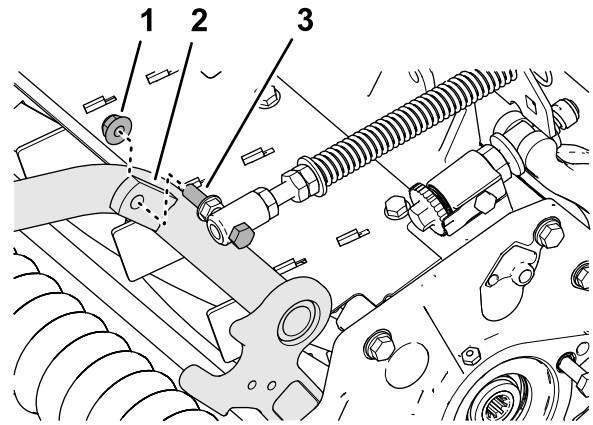

Bild 13
4. Montieren Sie die Kopfschraube der Rasenkompensierungsfeder an der rechten Lasche des Trägerrahmens (Bild 13) mit der Sicherungsbundmutter ($\frac{3}{8}$ ").